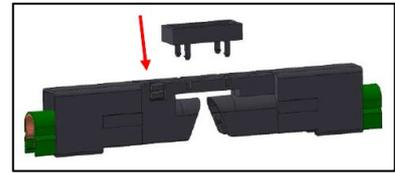

図 107: 断路区画への連結部品の取付
- 取付高さ 16.5mm の場合は連結部品を取付けます(図 107)。